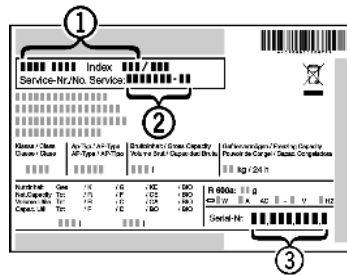

Fig. 63
- ▶ назва пристрою *Fig. 63 (1)*, сервісний номер *Fig. 63 (2)* та серійний номер *Fig. 63 (3)* вказані на заводській табличці. Заводська табличка знаходиться всередині пристрою, ліворуч.